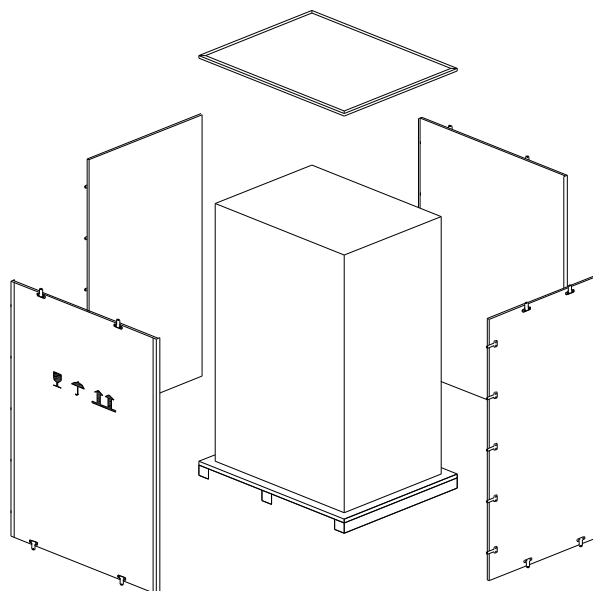

Рисунок 3-3.
- 3) Снимите верхнюю крышку деревянного ящика со стальными уголками при помощи набора специальных инструментов, затем снимите боковые стенки (см. рисунок 3-3).